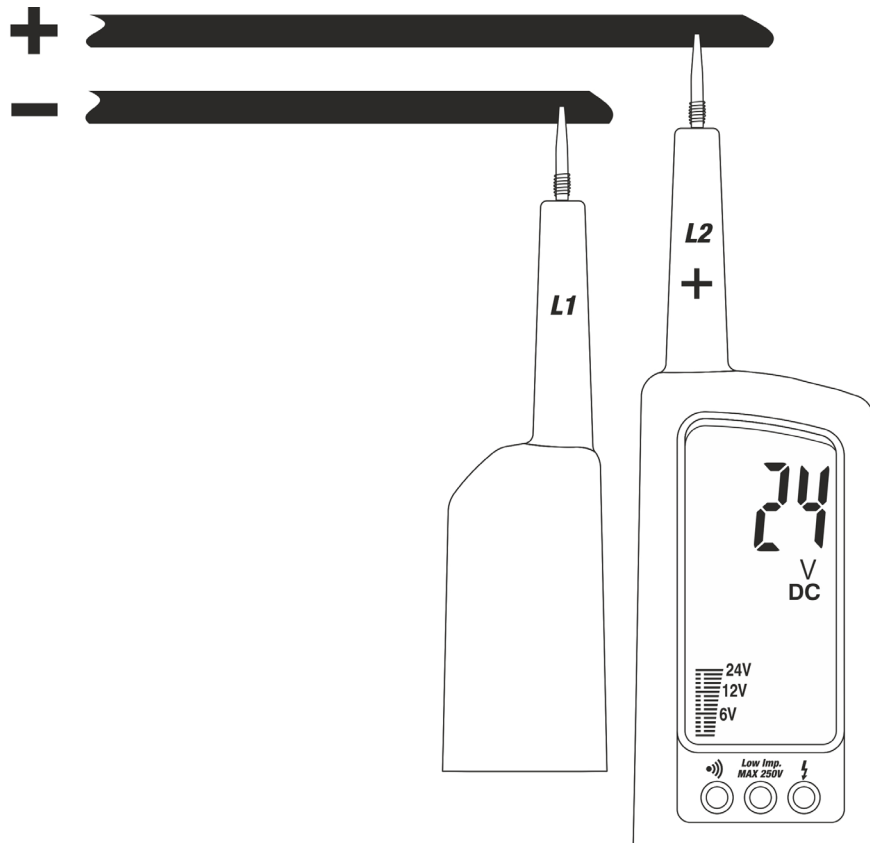

Abb. 2 DC-Spannungsmessung
2. Verbinden Sie die Prüfspitzen **L1** und **L2** mit dem zu messenden Objekt (siehe Abb.2)
4. Sofern ein "-" Symbol im Display angezeigt wird, sind die Prüfspitzen in umgekehrter Richtung zu Abbildung 2 am Messobjekt angelegt.